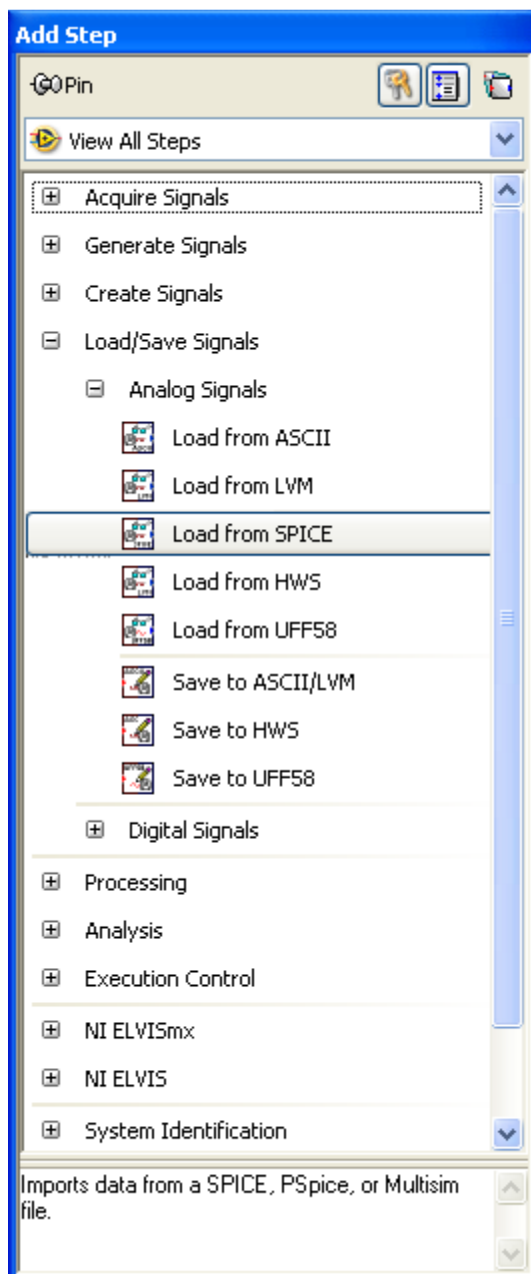

Figure E3-3. Menu *Add Step*
2. Cliquez sur l'onglet **“+Add Step”**, et sélectionnez **Load/Save Signals»Analog Signals»Load from SPICE** comme indiqué Figure E3-3.